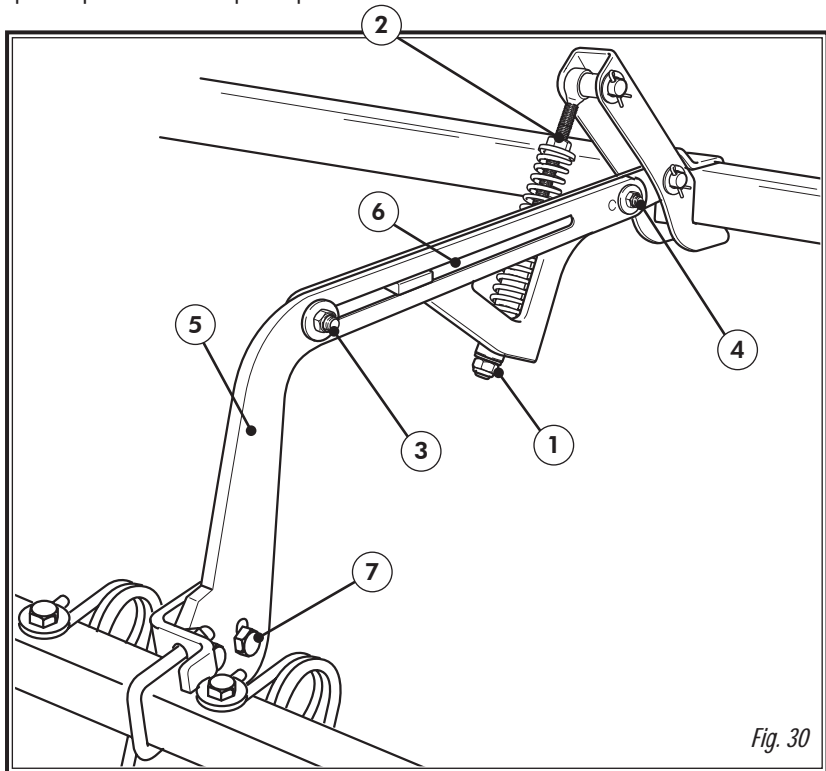

Fig. 30
- 1- En altura, actuando sobre la tuerca inferior (1, fig. 30).
- 2- En presión, mediante la tuerca superior del tensor (2, fig. 30).
- 3- La inclinación de las púas, actuando sobre la corredera (7, fig. 30) que sujeta la barra portapúas.
Aflojar la tuerca (3, fig. 30).
Retirar el tornillo y tuerca (4, fig. 30).
Tirar de la guía (5, fig. 30) hacia atrás y colocar el tornillo y la tuerca el orificio (6, fig. 30) situado en el centro de la guía.